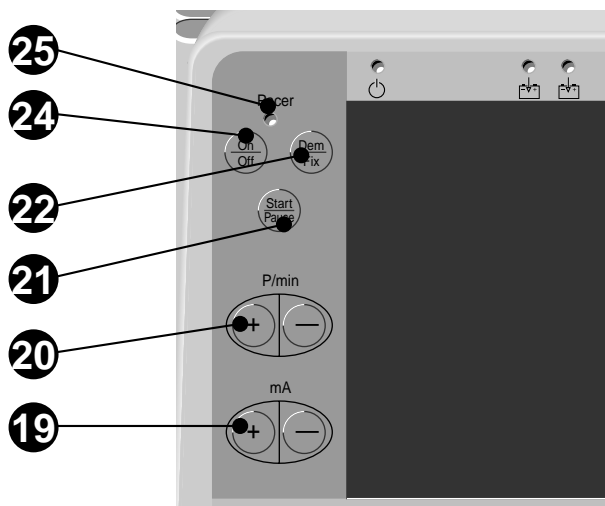

Bild 6-1. Bedienungselemente des Schrittmachers
- Schalten Sie den Schrittmacher mit  ein (24, Bild 6-1).
- Stellen Sie einen geringen Impulsstrom mit Taste  ein, z.B. 20 mA (19, Bild 6-1).
- Schalten Sie den Schrittmacher mit  ein (24, Bild 6-1). Das Gerät wählt beim Einschalten automatisch die Betriebsart “Demand” und eine Impulsfrequenz von 60 P/min (konfigurierbar).
- Die Lampe (25, Bild 6-1) verlöscht kurz mit jedem **abgegebenen** Stimulationsimpuls.